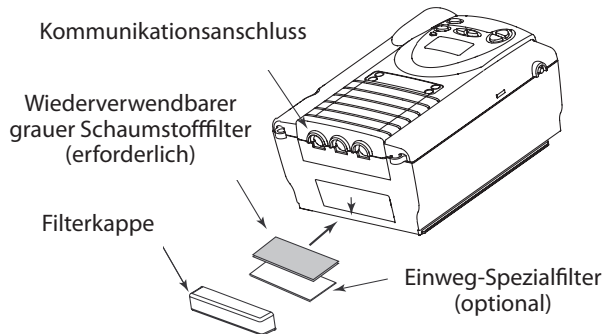

Abb. 5–1 Installieren der Luftfilter
2. Die Filter in die Lufteinlassöffnung an der Rückseite des Gerätes schieben (zuerst den weißen Filter, falls verwendet) und nach unten in die Aussparung drücken (siehe Abb. 5–1).